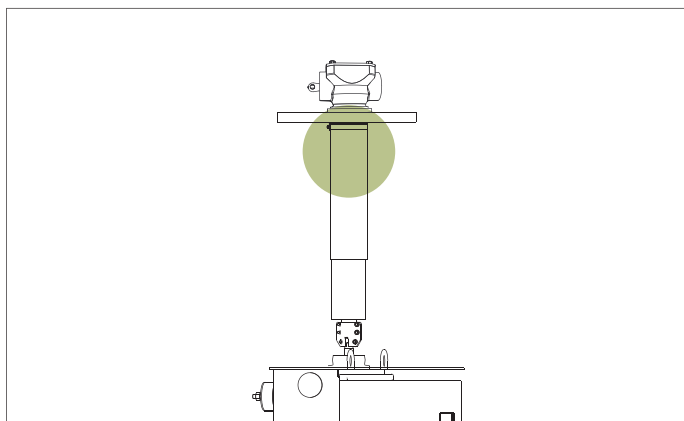

Рис. 55. Установка защитного патрубка, больший диаметр вверх
13. Установите защитный патрубок большим диаметром вверх, в направлении конического редуктора. См. рис. 55.